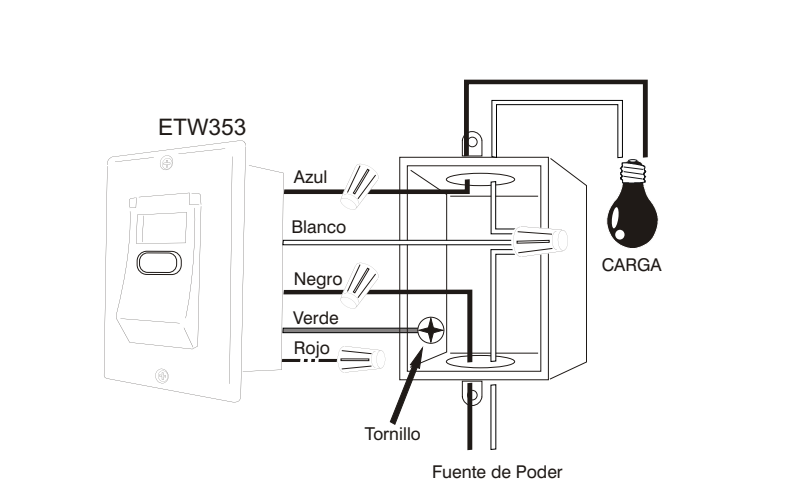

FIGURA 1
- 3 Usando las tuercas para alambre suministradas, sujete de forma segura los alambres del medidor de tiempo, a los alambres en la caja de la pared de acuerdo al diagrama en FIGURA 1.